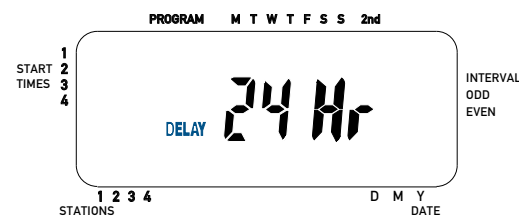

Figura 8: Display a cristalli liquidi in modalità Ritardo Pioggia
2. Premere il tasto **RAIN DELAY (RITARDO PIOGGIA)** per posticipare automaticamente l'irrigazione di 24 ore. [vedi Figura 8]